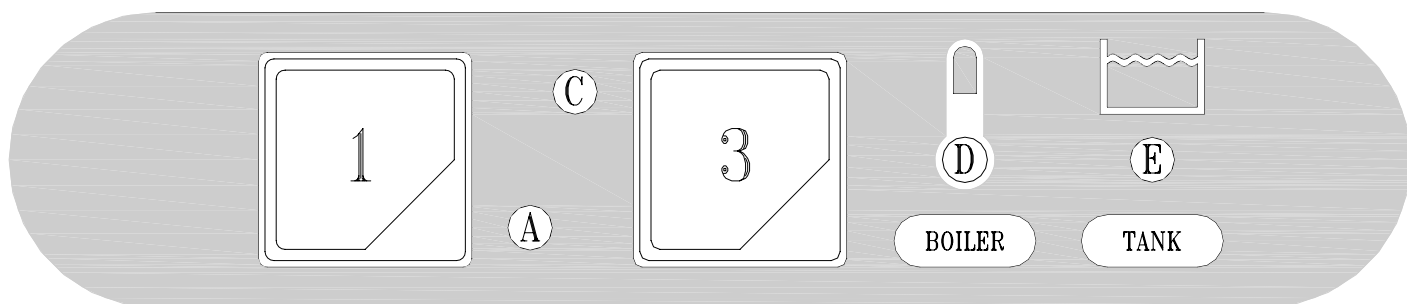

Fig. 3-2
- A riempimento avvenuto, aprire la porta (I) e introdurre il detersivo (ca. 2 gr. Per litro di capacità della vasca). Inserire il cesto (L) carico e chiudere la porta (I). A questo punto premere il pulsante START (3) (almeno per 2 secondi) e avrà inizio il ciclo di lavoro visualizzato dalla lampada spia (C): a fine del ciclo coincide con lo spegnimento di questa spia. Per spegnere la macchina si dovrà disinserire l'interruttore (1) portandolo nella posizione (0) spia (A) spenta. (fig.3-2÷3-3).
- When the water intake cycle is complete, open the door (I) and add detergent (about 2 g. per litre of tank capacity). Position the full basket (L) and close the door (I). Now press the START button (3) (at least for 2 seconds) and the wash cycle displayed by light (C) will start. When the cycle is over, this light goes out. To turn off the appliance, turn the switch (1) to 0. Light (A) indicates the appliance is off (fig.3-2÷3-3).
- Nach erfolgter Füllung die Tür (I) öffnen und das Spülmittel einfüllen (ca. 2g/l Fassungsvermögen des Spülbehälters) Den gefüllten Geschirrkorb (L) einsetzen und die Tür (I) schließen. Nun die START-Taste (3) mindestens 2 Sekunden lang drücken, und das Spülprogramm beginnt, die Kontrollampe (C) leuchtet auf und am Programmende erlischt die Kontrollampe. Um das Gerät auszuschalten, muß der Schalter (1) auf die Position 0 gestellt werden, die Kontrollampe (A) erlischt (fig.3-2÷3-3).
- Lorsque le remplissage est terminé, ouvrir la porte (I) et verser le détersif (environ 2 g pour chaque litre remplissant la cuve). Introduire le panier (L) plein et fermer la porte (I). A ce stade, presser le bouton-poussoir START (3) (au moins 2 secondes) et le cycle de fonctionnement commencera, visualisé par la lampe-témoin (C). La fin du cycle coïncide avec l'extinction de ce voyant. Pour arrêter la machine, il faudra débrancher l'interrupteur (1) en le ramenant sur la position 0: lampe-témoin (A) (fig.3-2÷3-3).
- Después del llenado, abra la puerta (I) y vierta el detergente (2 gramos aproximadamente por litro de capacidad de la cuba). Introduzca el cesto (L) carga y cierre la puerta (I). Pulse ahora START (3) (almenos durante 2 segundos) para arrancar el ciclo de trabajo: se enciende la luz testigo (C), que se apagará al final del ciclo. Para apagar la máquina desconecte el interruptor (1): posición 0, luz testigo (A) apagada (fig.3-2÷3-3).